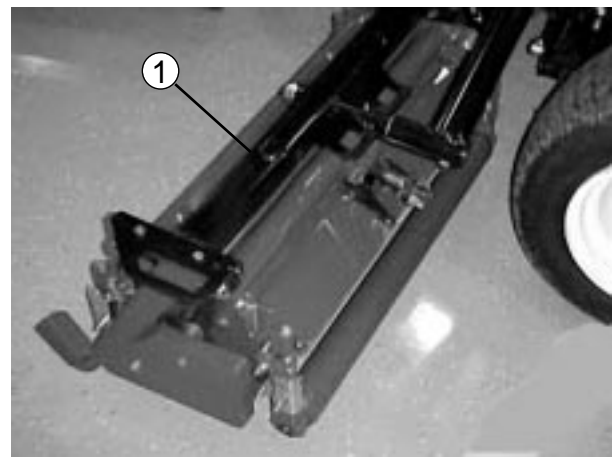
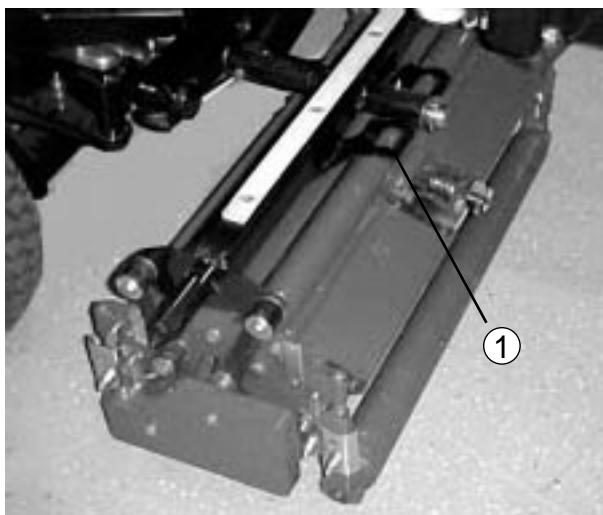
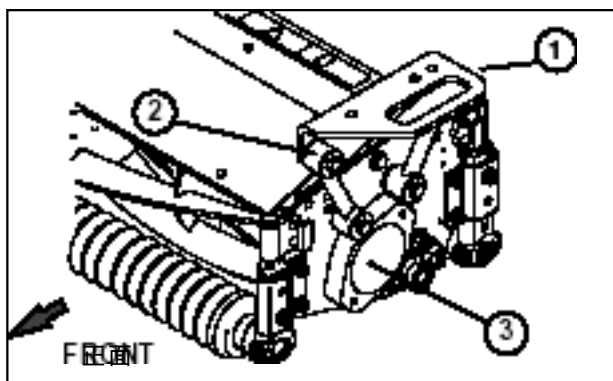

図16
図17
図18
2. 前キャリア・フレーム (図16) を各前カuttingユニットに載せ、取り付け穴を取り付けリンクに合わせる (図18)。
3. 後キャリア・フレーム（図17）を後カッティングユニットに載せ、取り付け穴を取り付けリンクに合わせる（図18）
4. キャップスクリュー（3/8-16×2-1/4）、平ワッシャ2個、ロックナットを使用して、取り付けリンクとキャリア・フレームを連結する（図18）。リンク両側にワッシャを1枚ずつ使用し、4.3 kg.mにトルク締めする。
3. 残りのカuttingユニットについても、ベアリング・ハウジングに取り付けてある出荷用のプラグを取り外す（図18）。